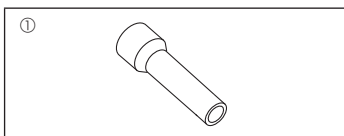

Fig. 1-1
1.6. Wyposażenie dodatkowe jednostki zewnętrznej (Fig. 1-1) (ZRP200/250, P200/250)